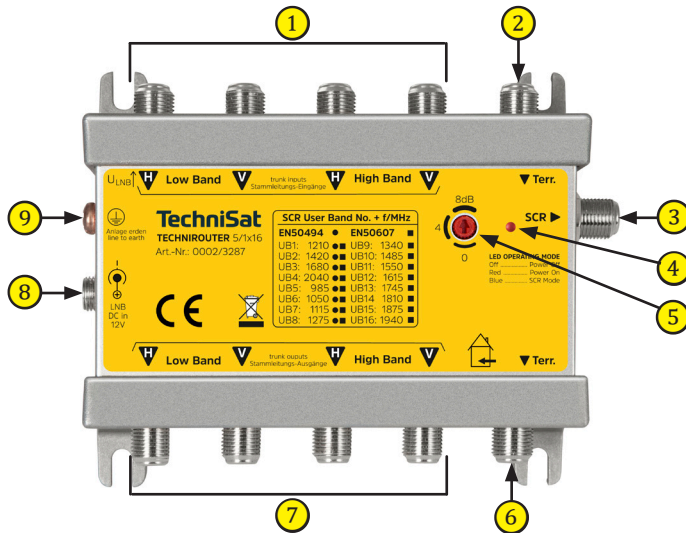

Abb. 1: Ansicht TECHNIROUTER 5/1x16
Die LED (Abb. 1 auf Seite 4, Nr. ④) zeigt die Statusfunktion des zugehörigen Einkabelausgang an.
Ist kein netzteilloser Betrieb möglich, so ist ein Steckernetzteil (12V) an den DC-Anschluss (Abb. 1 auf Seite 4, Nr. ⑧) anzuschließen.